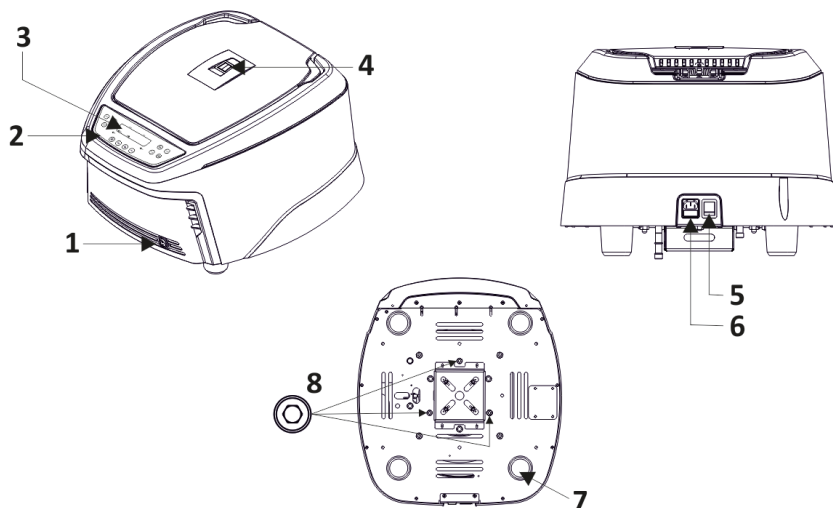

Рисунок 1
- 6.1. Центрифуга выполнена в виде моноблока в пластмассовом корпусе (Рисунок 1). В передней части устройства расположены дополнительный сетевой выключатель (1) и панель управления (2) с клавиатурой и дисплеем (3). В верхней части находится откидная крышка с окном (4), через которую производится загрузка и выгрузка образцов. На задней стенке устройства расположены основной сетевой выключатель (5) и разъём для присоединения сетевого шнура с колодкой предохранителя (6). Центрифуга устанавливается на основание с помощью четырёх резиновых ножек (7). На основании находятся три транспортировочных винта (8), которые следует удалить перед началом эксплуатации центрифуги.
- 7.2. Вывинтите и удалите из основания центрифуги транспортировочные винты (поз. 8, Рисунок 1). Храните их вместе с упаковкой.
10.1. После подключения шнура питания включите основной сетевой выключатель (поз. 5, Рисунок 1), расположенный на задней стенке и дополнительный сетевой выключатель (поз. 1, Рисунок 1) справа в передней части устройства. Перед использованием обязательно проверьте установку ротора. Центрифуга не будет работать с открытой крышкой.